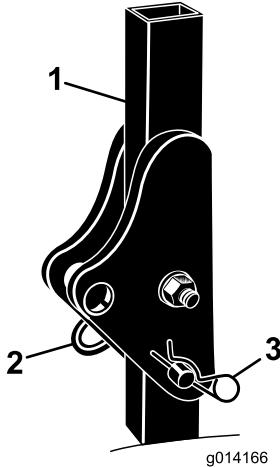

Рисунок 3
- Извлеките U-образную шпильку и пальцы с защитной дуги (Рисунок 3).
- Поднимите защитную дугу в вертикальное положение, вставьте два пальца и закрепите их U-образной шпилькой (Рисунок 3).